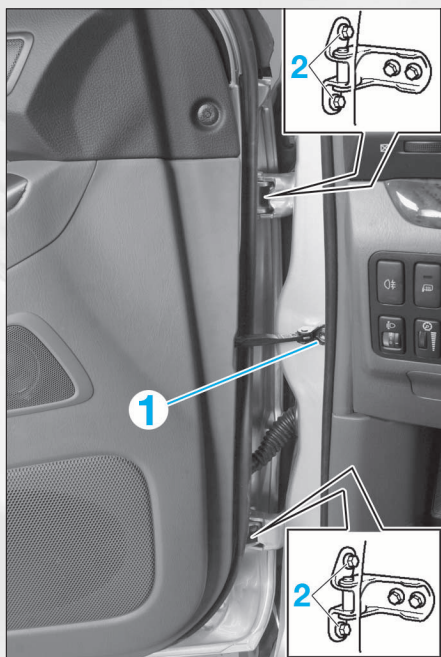

FIG. 47
- Déposer la vis de fixation (1) (Fig.47) du tirant de porte.
- Déposer les vis de fixation (2) de la porte.